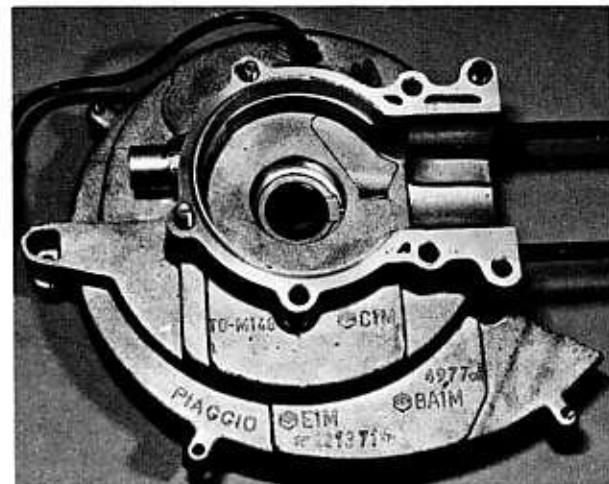

Bild 32
- Die Kurbelwelle wird zuerst in die grössere der beiden Gehäusehälften eingesetzt. Dazu wird der Lagersitz im Gehäuse angewärmt, am besten vorsichtig mit einer Lötlampe von der Innenseite her, damit sich das Gehäuse ausdehnt und das Lager ohne Gewalt eingesetzt werden kann. Zum Anwärmen müssen die Anbauteile des Schwunglicht-Magnetzünders nicht abgenommen werden, da keine grosse Hitze nötig ist. Die Flamme muss ständig bewegt werden, damit der Lagersitz gleichmäßig erwärmt wird, sonst kann sich das Gehäuse verziehen. Zuerst setzt man den Dichtring, dann die Kurbelwelle ein und lässt das Ganze abkühlen (Bild 32).